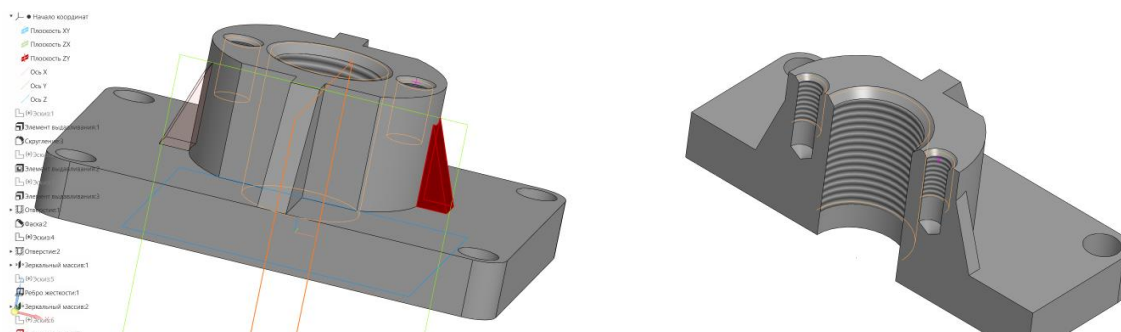

Рис. 28 Операция «Зеркальный массив» для Ребра жесткости 2
- **Твердотельное моделирование – Массив, копирование – Зеркальный массив.** Параметры операции Зеркальный массив 3: тип отображаемого объекта – Операции. Ребро жесткости 2; Плоскость симметрии – плоскость ZY (рис. 28).